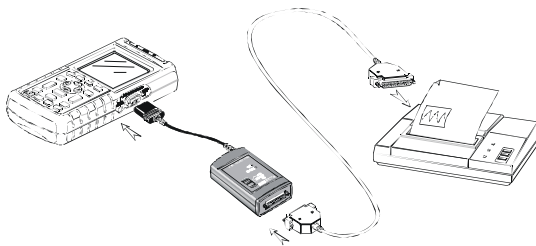

Рис. 7-2 Подключение параллельного принтера
- Кабель с адаптером для печати (PAC91, дополнительный блок) - для подключения параллельного принтера к оптическому порту (OPTICAL PORT) прибора. См. рис. 7-2.